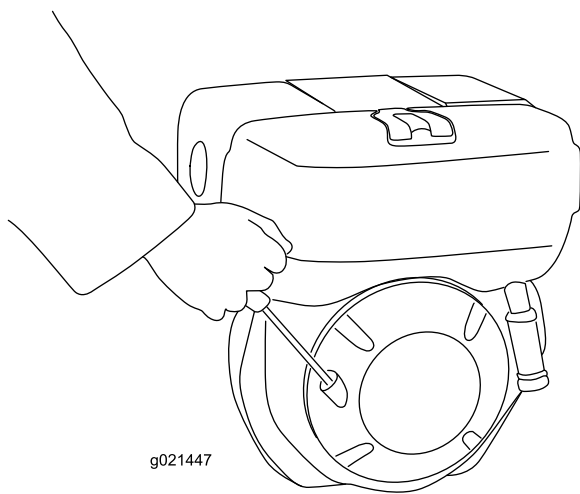

Figure 12
2. Tirez lentement la poignée du lanceur jusqu'à ce que vous sentiez une légère résistance (Figure 12).